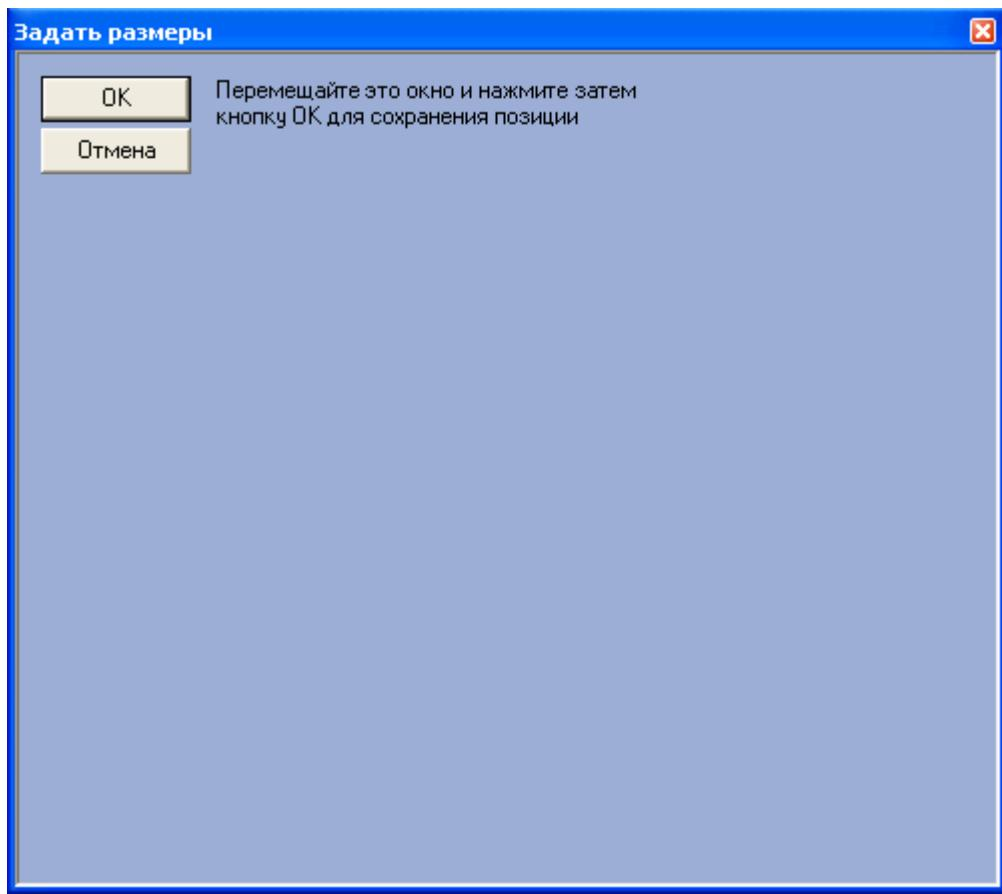

Рис. 7.9—3. Визуальный метод задания координат
Для этого следует нажать кнопку (см. Рис. 7.9—2, 4) и, используя мышь, задать требуемый размер и положение тестового окна, после чего нажать «OK» (Рис. 7.9—3). Координаты тестового окна будут автоматически рассчитаны и скопированы в поля «X», «Y», «W» и «H».
5. В том случае, если требуется разрешить перемещение компонента «Оперативный монитор», установить флажок «Разрешить перемещение» (см. Рис. 7.9—2, 5).
6. Для сохранения внесенных изменений нажать кнопку «Применить» (см. Рис. 7.9—2, 6).